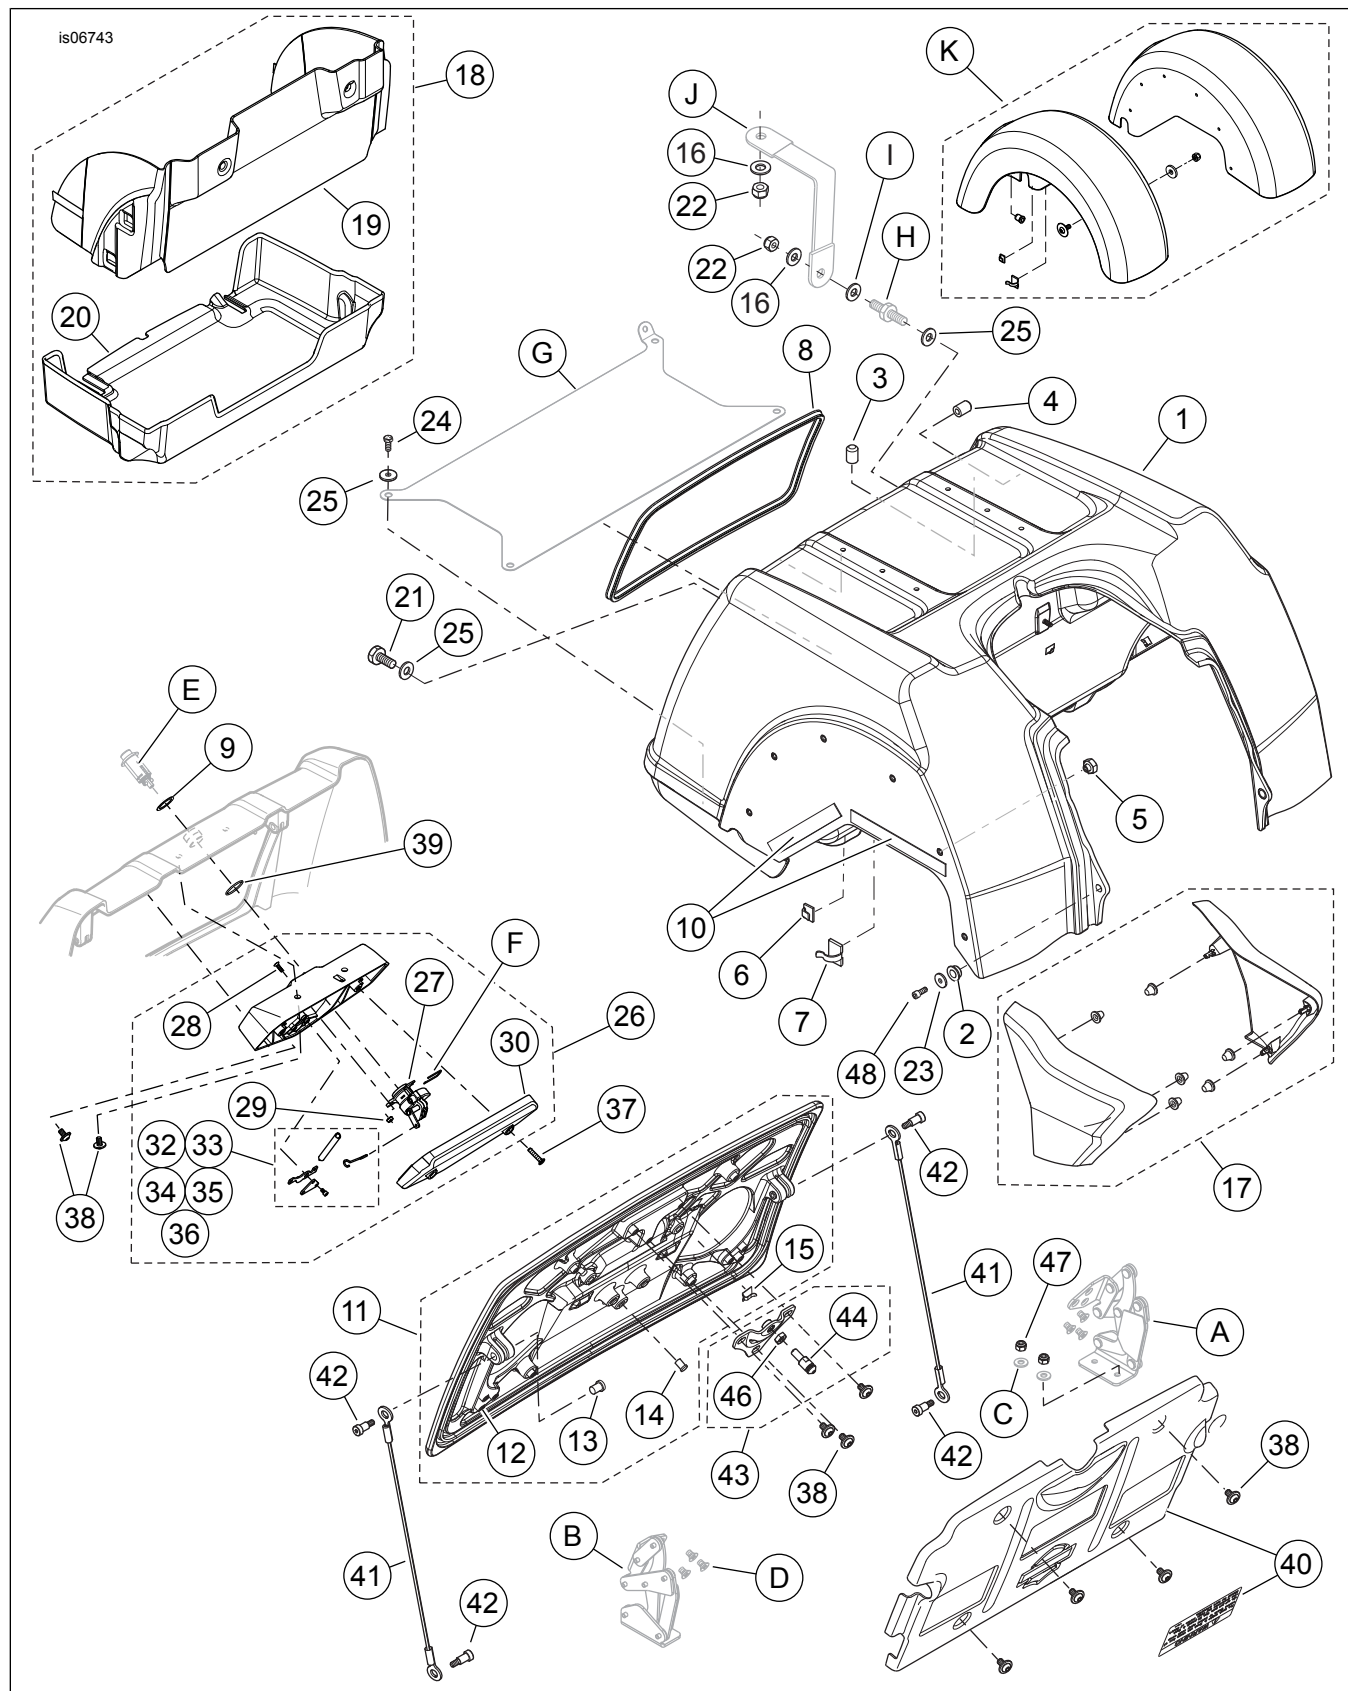

Figura 1. Parti di ricambio, kit di ricambio scocca per Trike
Vedere Figura 1, Tabella 1, Tabella 2, Tabella 3 e Tabella 4.
1. Vedere Figura 1. Installare i parafranghi sulla **nuova** scocca, secondo le istruzioni riportate nel kit del parafrango posteriore (K) con l'eccezione seguente.
1. Vedere Figura 1. Esaminare la rondella di tenuta (9) in schiuma del blocchetto del vano portaoggetti all'altezza dell'apertura del blocco sulla scocca, e sostituirla se danneggiata. Seguire le istruzioni riportate nel manuale di manutenzione per installare il **nuovo** gruppo chiusura (26) sulla scocca, con le seguenti eccezioni:
- a. Collocare il **nuovo** anello di tenuta O-ring (39), preso dal kit, intorno all'apertura del blocco nell'alloggiamento del gruppo della chiusura.
- b. Installare il gruppo dell'alloggiamento della chiusura con quattro **nuove** viti TORX® (38).
- c. Installare il coperchio **nuovo** della chiusura (30) con due viti a testa piatta **nuove** (37).
2. Installare il blocchetto originale del vano portaoggetti attraverso la scocca e nel meccanismo di blocco (27) nel gruppo dell'alloggiamento della chiusura.
1. Vedere Figura 1. Usare due dadi **nuovi** (47), le rondelle (C) e gli anelli di tenuta O-ring originali per assemblare la luce originale della targa sul **nuovo** gruppo dello sportello vano portaoggetti (11), seguendo le istruzioni riportate nel manuale di manutenzione.
3. **Senza stringere**, installare il **nuovo** gruppo perno della chiusura (43) sullo sportello vano portaoggetti, utilizzando tre viti TORX (38).
4. Seguire le istruzioni riportate nel manuale di manutenzione per installare le cerniere di sinistra (A) e di destra (B) sullo sportello vano portaoggetti con le sei viti originali a testa piatta (D).
5. Esaminare la guarnizione di tenuta (8) dello sportello vano portaoggetti intorno all'apertura, e sostituirla se danneggiata.
Vedere Figura 1. Rimuovere i dispositivi di fissaggio del coperchio laterale originale ed installare i **nuovi** coperchi laterali come da istruzioni contenute nel kit coperchi laterali (17).
1. Vedere Figura 1. Installare i **nuovi** rivestimenti delle pareti e del fondo del vano portaoggetti (elementi 19 e 20, FLHTCUTG) o il materassino originale (FLHXXX).